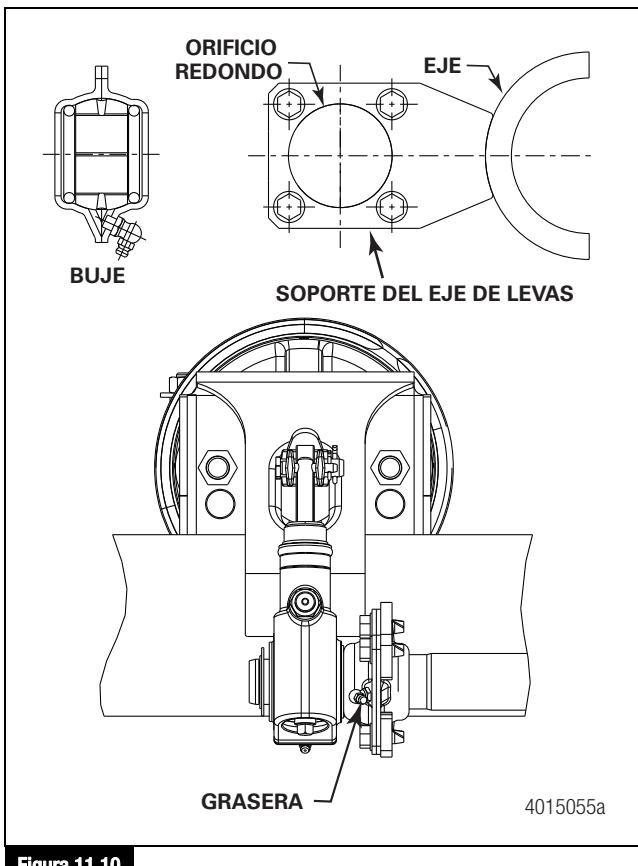

Figura 11.10
- Un diseño usado en el pasado consiste en un buje con una grasería a 90 grados instalada sobre un soporte del eje de levas con un orificio redondo. Una vez armada, la grasería se orienta hacia el ajustador de freno. Figura 11.10.